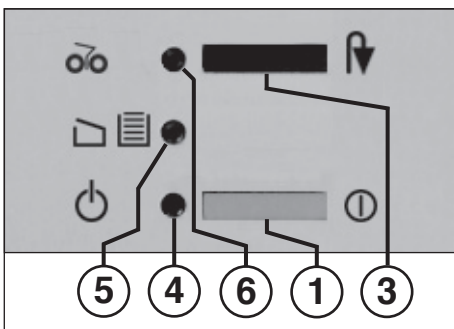

fig. 1
- 3 = Interrupteur à poussoir (fig. 1)**
- 4 = Voyant de contrôle (fig. 1)**
- 5 = Voyant de contrôle (fig. 1)**
- 6 = Voyant de contrôle (fig. 1)**
- Appuyer sur l'interrupteur à poussoir (1) (fig. 1) de la machine. Le voyant de contrôle (4) (fig. 1) s'allume.
Si le sac de réception est plein, la machine s'éteint. Le voyant de contrôle « Récipient plein » / « Porte ouverte » (5) (fig. 1) **clignote**. Afin de signaler l'arrêt du bloc de coupe, le voyant de contrôle « Bourrage » / « Arrêt » (6) s'allume simultanément.
- Replacer le cadre avec le sac de réception et fermer la porte. Le voyant de contrôle (5) (fig. 1) s'éteint.
- Actionner brièvement l'interrupteur à poussoir « Marche arrière » / « Arrêt » (3). Le bloc de coupe réduit en morceaux le reste se trouvant dans la cavité d'alimentation, puis s'éteint. Le voyant de contrôle (6) s'éteint. La destruction ultérieure peut désormais être poursuivie.
- Le voyant de contrôle (6) (fig. 1) s'allume.
- Actionner l'interrupteur à poussoir « Marche arrière » / « Arrêt » (3) **de manière prolongée** et retirer simultanément le document éjecté de la machine.
- Après avoir retiré le bourrage, le bloc de coupe fonctionne automatiquement en marche avant, réduit en morceaux le reste se trouvant dans la cavité d'alimentation, puis s'éteint. Le voyant de contrôle (6) (fig. 1) s'éteint.
Si le moteur est surchargé, il s'arrête automatiquement. Déconnecter l'appareil à l'aide de l'interrupteur à poussoir (1) (fig. 1).